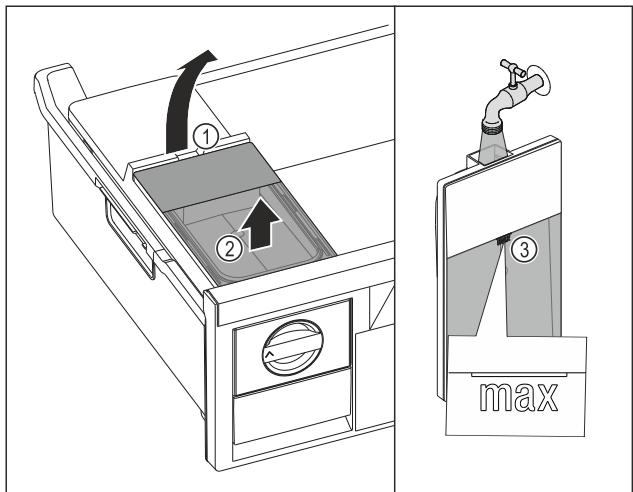

Fig. 69
- Поднимите бак для воды за выемку Fig. 69 (1).
- Извлеките бак для воды движением вверх. Fig. 69 (2)
- Наполните бак для воды питьевой водой до отметки Fig. 69 (3).